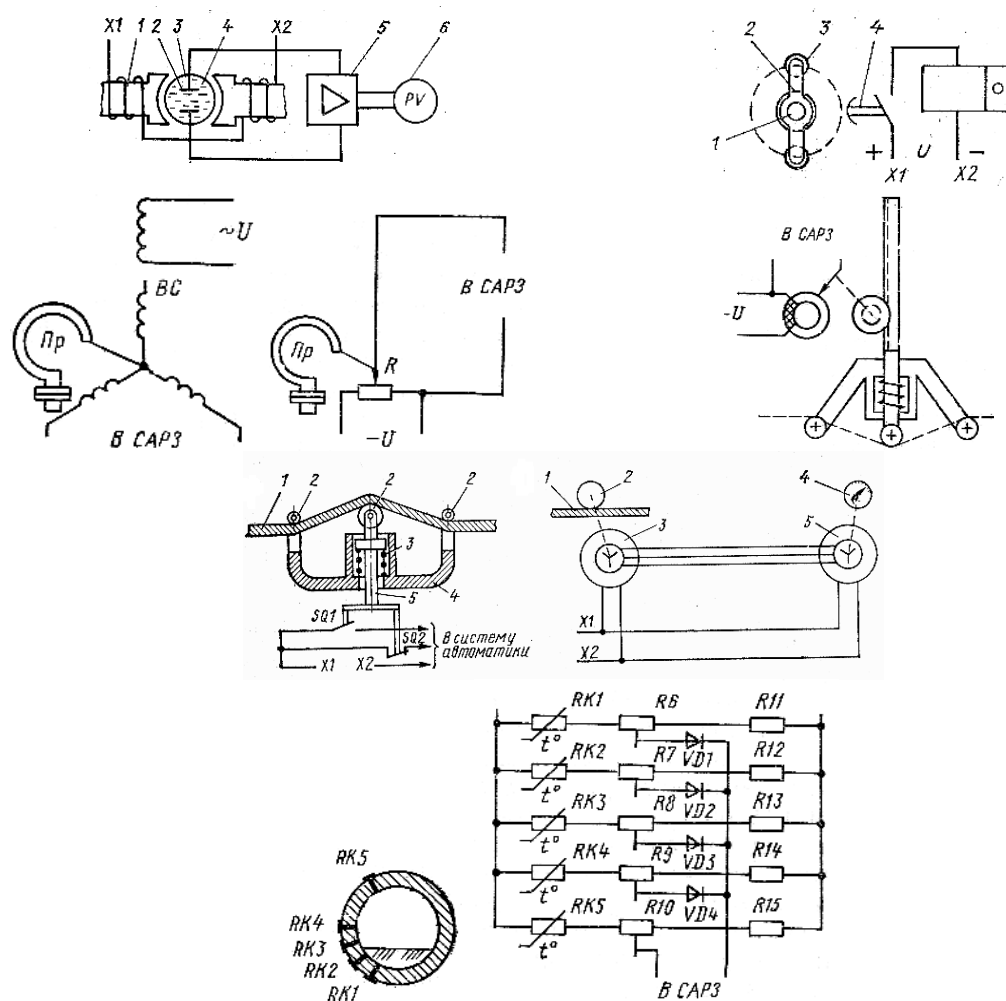

Рис. 1
1. Назвать элементы и назначение в приборов технологического контроля работы земснаряда (рис.1). Объяснить принцип работы данных приборов